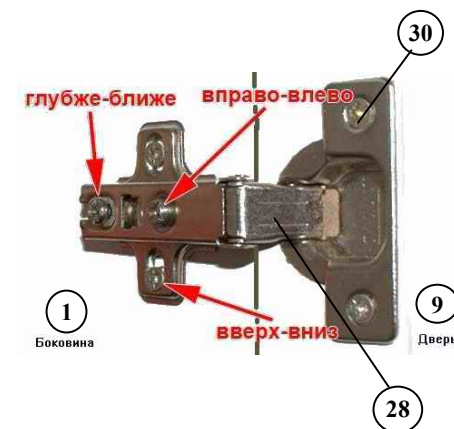

Рис.3 Крепление и регулировка распашного фасада
1. Установить в засверленные гнезда на внутренней поверхности двери левой (8) и двери правой (9) накладные петли (28) и ответную планку петли на боковые стенки (1,2) по разметке и закрепить их саморезами 4x16 (30).
2. Установить и отрегулировать двери (8,9) при помощи регулировочных винтов (рисунок 3).
3. Установить ручку (26) на двери (8,9).